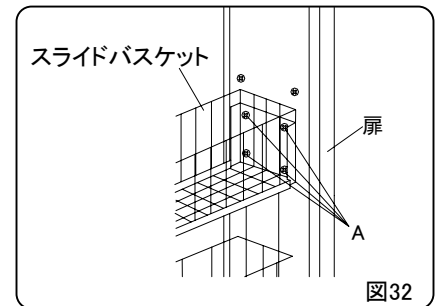

図32
- 調整後、ネジを締め直して、スライドバスケットをもとにもどしてください。(図32)